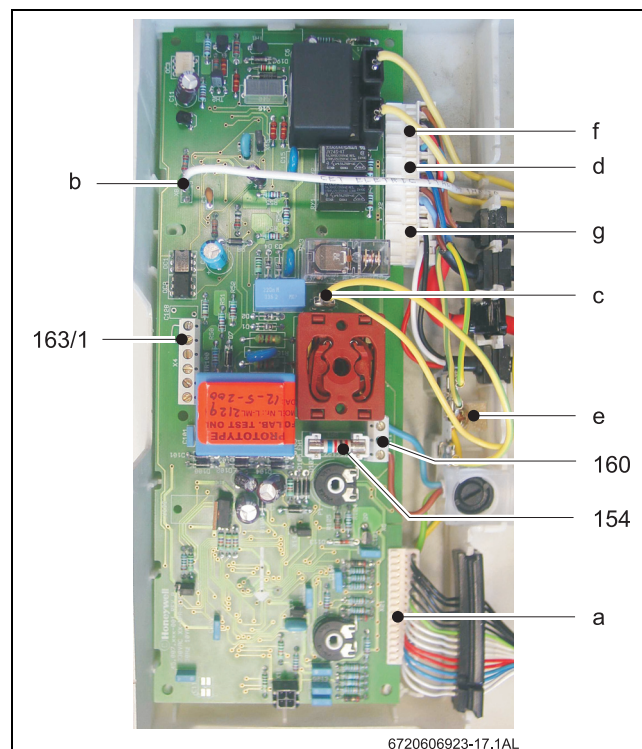

Fig. 14
- Enlever le shunt 1-4 (Fig. 14, pos.163/1).